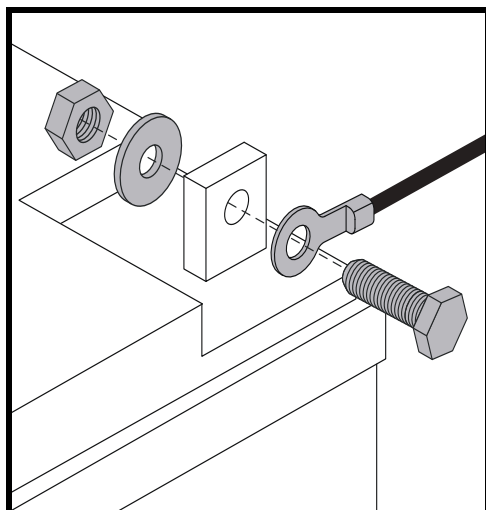

Figura 12. Bulloneria terminale batteria
4. Scollegare i cavi delle batterie dai terminali portando indietro gli involucri dei terminali e svitando il dado dal bullone. Vedere figura 12.